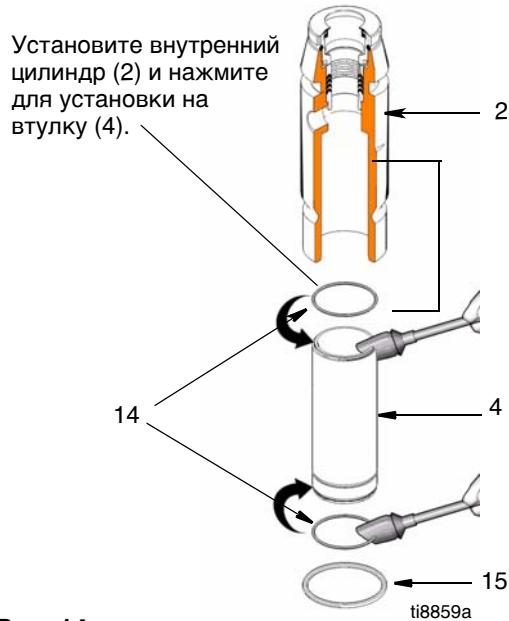

**Рис. 13**
11. (Рис. 13) Установите гайку уплотнения (3) на цилиндре и затяните рукой.